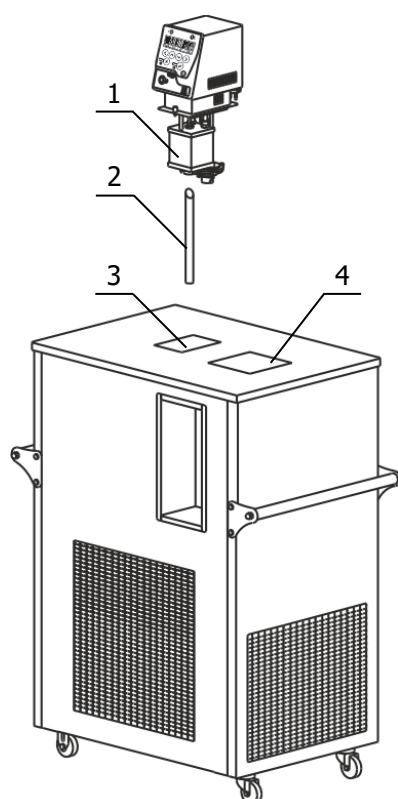

Рисунок 3 — Установка блока регулирования температуры
2.2.3 Вставить выходную трубку насоса 2 (рисунок 3) косым срезом до упора в резервуар 1 блока регулирования и зафиксировать винтом.
2.2.4 Погрузить блок регулирования в отверстие 3 так, чтобы трубка 2 (рисунок 3) попала в переходное отверстие на дне ванны, и зафиксировать его винтовыми фиксаторами на крышке термостата.
2.2.6 Заполнить ванну термостата теплоносителем через отверстие над рабочей ванной 4 (рисунок 3) до момента начала слива теплоносителя из переливного штуцера 11 (рисунок 3). Температурный диапазон применения теплоносителя должен соответствовать значениям, указанным в 1.2.6.
2.2.10 Причина отсутствия перемешивания — неправильная работа насоса, вызванная воздушной пробкой, образовавшейся в резервуаре 1 (рисунок 3). Для ее устранения необходимо: